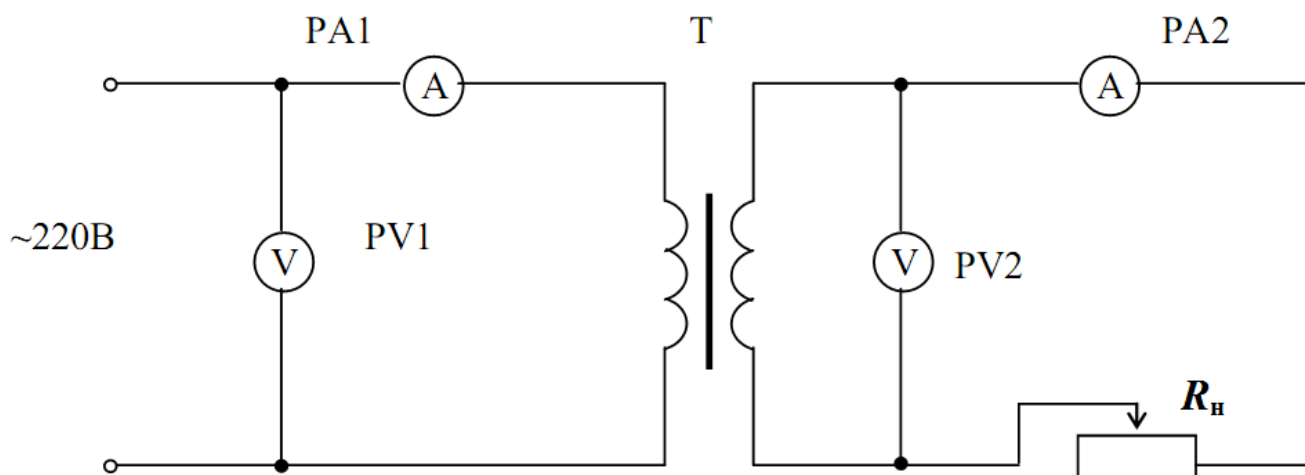

Рис. 3. Схема включения однофазного трансформатора:
- 2) Собрать схему испытываемого трансформатора (рис. 3), включив в качестве нагрузки реостат R_H .
- 2) Электрическая схема (рис. 3).